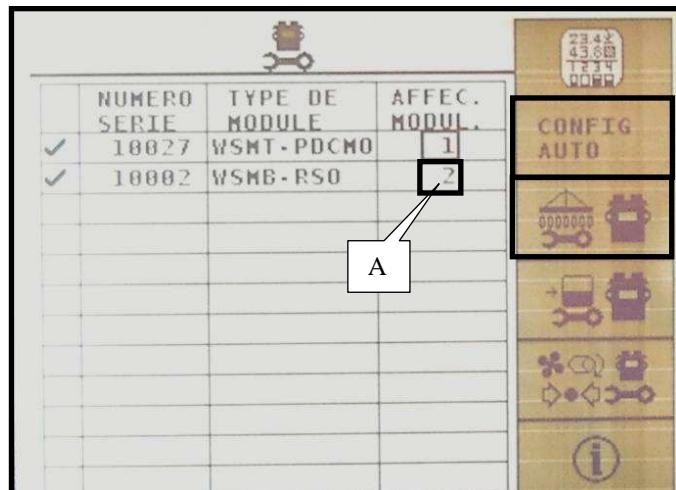

Fig. 2
- Om alle rangen tegelijk weer in gebruik te nemen drukt u op de toets  van het symbool (Fig.2).
- Premere sul tasto  corrispondente all'icona (Fig.2) per tagliare la fila B che viene evidenziata.
- Per riavviare una fila, dovete selezionarla e poi premere sul tasto  **ON** (Fig.2).
tasto  corrispondente al simbolo (Fig.2).
- Entrer l'**affectation** A du module (Fig.2), (si la console ne l'a pas composée automatiquement), il est conseillé d'affecter les modules par ordre croissant.
- Input the **allocating** A of the module (Fig.2), (if the console has not performed it automatically), it is recommended to allocate the modules in the increasing order.